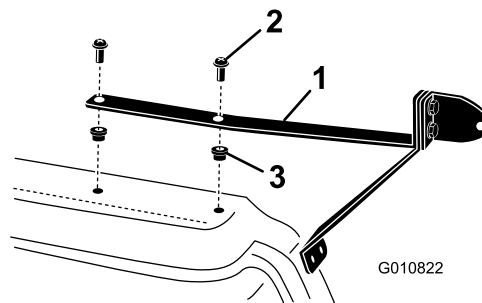

図 6
5. 各ドリル穴に、ナットインサートをセットする 図 6。
6. 上側ミラーブラケットをナットインサートに固定する平頭ねじ 1/4" x 1" 2 本で 図 6 のように固定する。